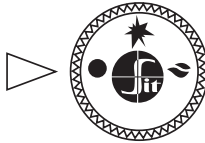

Рис. 8.
- 7.2. В исходном (выключенном) положении ручка управления находится в положении «точка» (рис. 8). Пилотная и основные горелки погашены (подается газ, но клапан заблокирован).